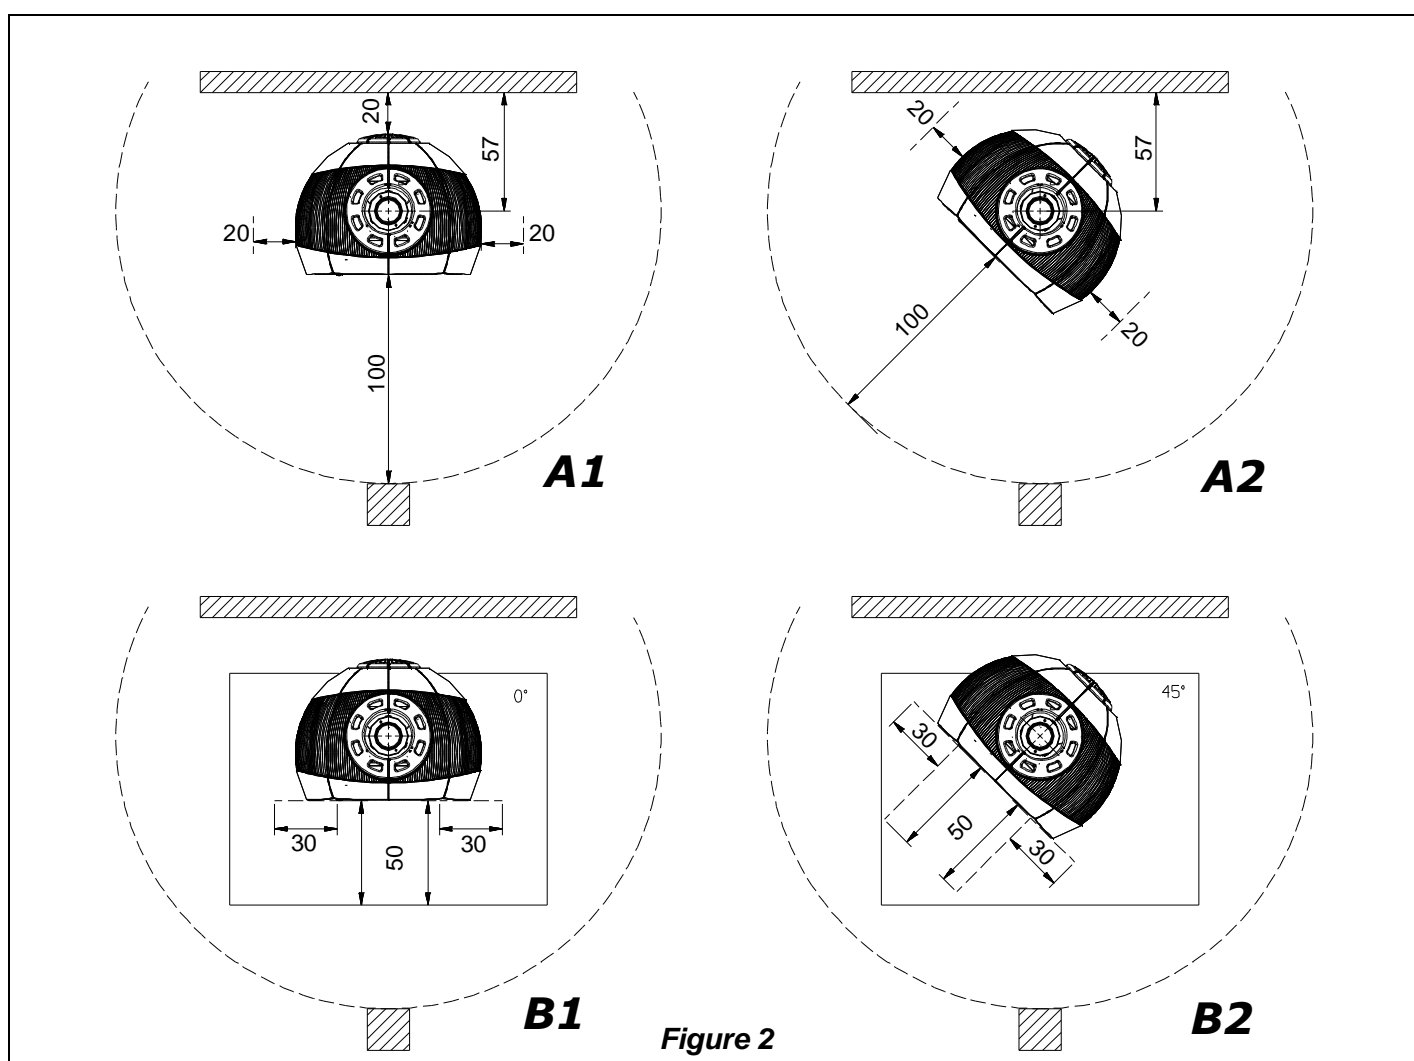

Figure 2
- a) pour assurer une isolation thermique suffisante, respecter la distance minimale de sécurité entre le poêle et les éléments de construction et objets inflammables et sensibles à la chaleur (meubles, revêtements en bois, tissus, etc.) (voir Figure 2 **A1 A2**). **Toutes les distances minimales de sécurité sont indiquées dans l'étiquette du produit et on il NE FAUT PAS descendre au-dessous des valeurs indiqués.**
- c) si le produit est installé sur un sol de matériau inflammable, prévoir une base ignifuge. **Les sols composés par matériaux inflammables**, comme moquette, parquet ou liège etc., **doivent être remplacés** pas une couche de matériel pas inflammable, par exemple céramique, pierre, vitre ou acier etc.. (dimensions selon les dispositions régionales). Le fond doit dépasser devant d'au moins **50cm** et latéralement d'au moins **30cm** au-delà de l'ouverture de la porte de chargement, en tenant compte également de la possibilité de rotation du poêle (voir Figure 2 **B1 B2**)